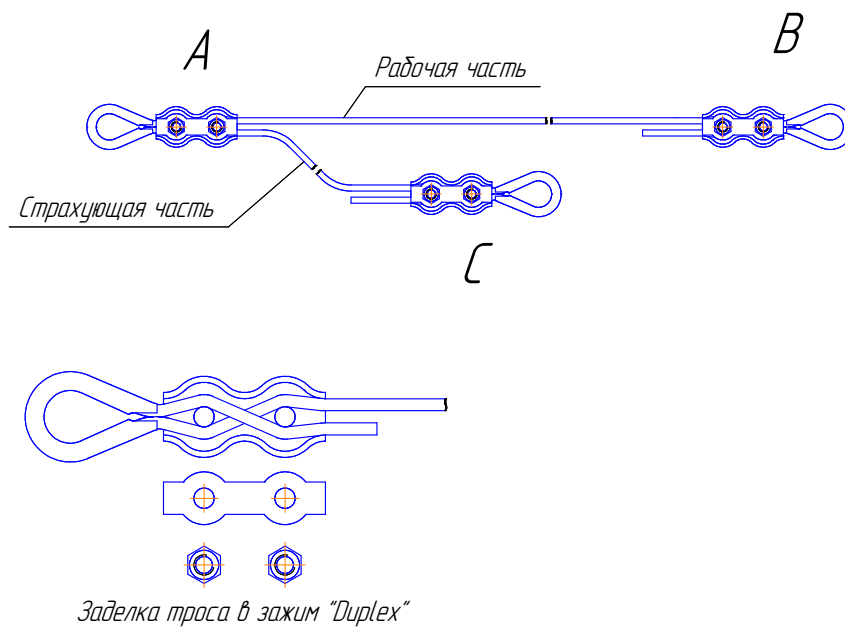

Рис. 3
- Из троса при помощи коуша и тросового зажима сформировать две части – рабочую и страхующую (Рис.3). Конец А – общий для рабочей и страхующей частей – при помощи коуша крепится к такелажной скобе устройства. Второй конец рабочей части (В) крепится у противоположного края конвейерной ленты. Второй конец страхующей части (С) крепится у того же края конвейерной ленты, что и устройство с датчиком. Конец С страхующей части можно крепить как к отверстию в кронштейне поз.1, так и к любому отверстию на ставе конвейера, расположенному ниже кронштейна с датчиком.